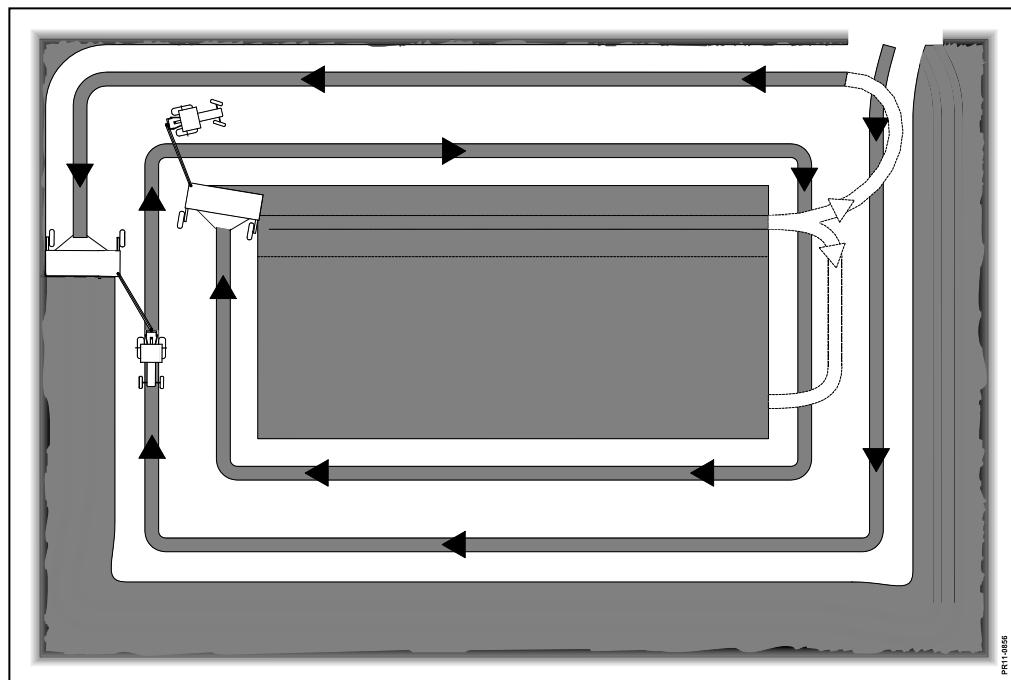

Fig. 3-2
**Fig. 3-2** Marken åbnes med maskinen svinget ud i arbejdsstilling. I denne stilling køres rundt med uret nogle omgange, så der bliver plads til vending i enderne. Forhøstningen afsluttes med at skårlægge den yderste omgang, hvor der køres mod uret. Herefter kan marken skårlægges i et stykke, eller opdeles i felter efter behov. Fremkørselshastigheden kan variere fra 6 - 19 km/t, afhængig af afgrøden og kørselsforholdene.